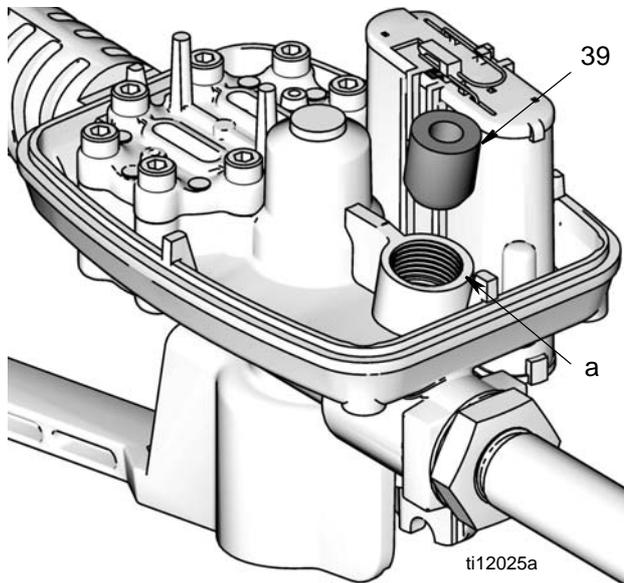

FIG. 22
- d. Instale el casquillo (39) con el extremo cónico hacia abajo (FIG. 22) sobre el extremo de la varilla de disparo. Empuje el casquillo hacia abajo en dirección a la abertura (a) en la carcasa del medidor.